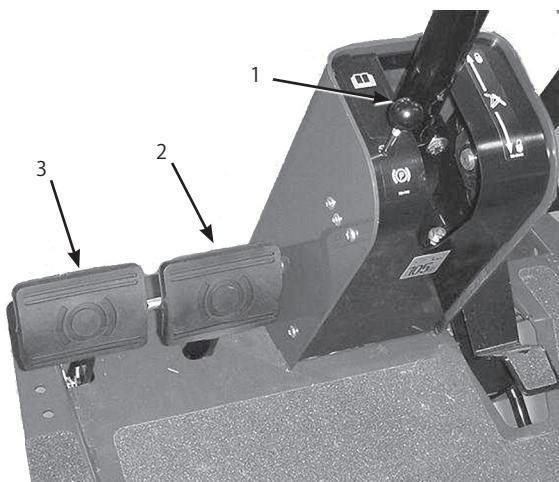
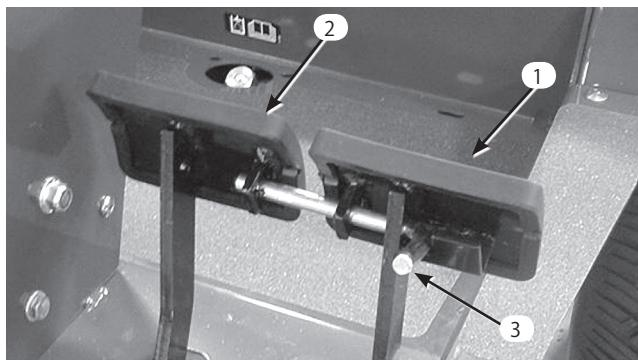

図22
図23
2. 点検プラグ(図22で12時の位置にある)が4時の位置にくるようにクラッチを回す。
左右のブレーキ・ペダル（図22）により左右の車輪を個別に制御します。左右の車輪を独立して制御できるため、シャープな旋回をする場合や斜面で片方のタイヤがスリップするときなどに使用することができます。ただし、ぬれた芝の上などでブレーキを掛けると芝を割りやすいので注意が必要です。左右のブレーキを同時に踏み込めば急停止できます。移動走行の際には必ず2枚を連結して使用します。
エンジンを停止させる時には、車体が不意に動き出さないよう、必ず駐車ブレーキをかけてください。駐車ブレーキをかけるには、左ブレーキ・ペダルについているロック・アーム（図23）を押して2枚のペダルを連結します。次に、2枚のペダルを同時に踏み込んだまま駐車ブレーキノブ（図22）を引き、ペダルから足を離します。ブレーキを解除するには、ノブが落ちるまでペダルを踏み込んでやります。エンジン始動時には左ペダルのロック・アームを引き出して左右の前輪を独立で制御できるようにしておいて構いません。